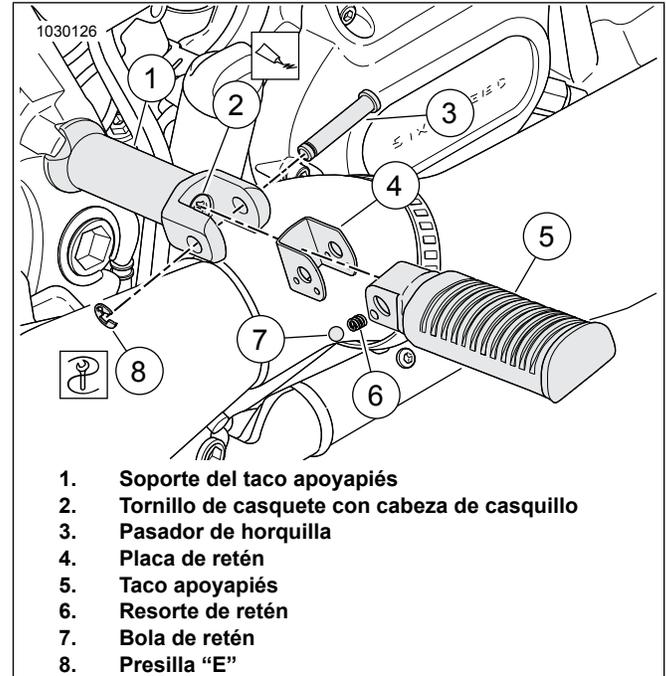

Figura 1. Taco apoyapiés del pasajero Softail
1. Consulte Figura 1 Quite la presilla "E" (8) y el pasador de horquilla (3) del soporte del taco apoyapiés (1). Extraiga el taco apoyapiés (5) y guárdelo para después.
2. Extraiga la placa de retén (4), el resorte de retén (6) y la bola de retén (7) del soporte del taco apoyapiés.
3. Extraiga el tornillo de casquete con cabeza de casquillo (2) y el soporte del taco apoyapiés (1) del vehículo.
Consulte Figura 1 por la instalación de las piezas del taco apoyapiés en el vehículo.